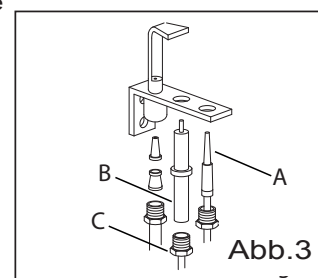

Abb.3
- Die Einspritzdüse abschrauben (Abb. 3).
- Das Thermoelement vom Ventil (Abb. 2/A) und von der Zündvorrichtung (Abb. 3/A) abschrauben
- Das Hochspannungskabel von der Zündkerze trennen (Abb. 3/B)
- Die Mutter lösen (Abb. 3/C)
- Das Hochspannungskabel wieder anschließen (Abb. 3/B)